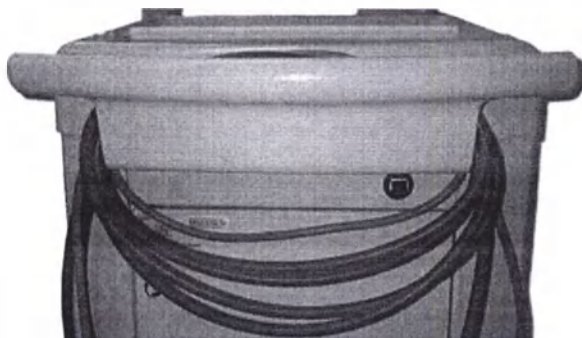

Рис. 4-1 Хранение кабелей и трубок
1. Перед перемещением или переносом аппарата повесьте кабели поверх рукоятки на задней стороне аппарата, как показано на Рис. 4-1.